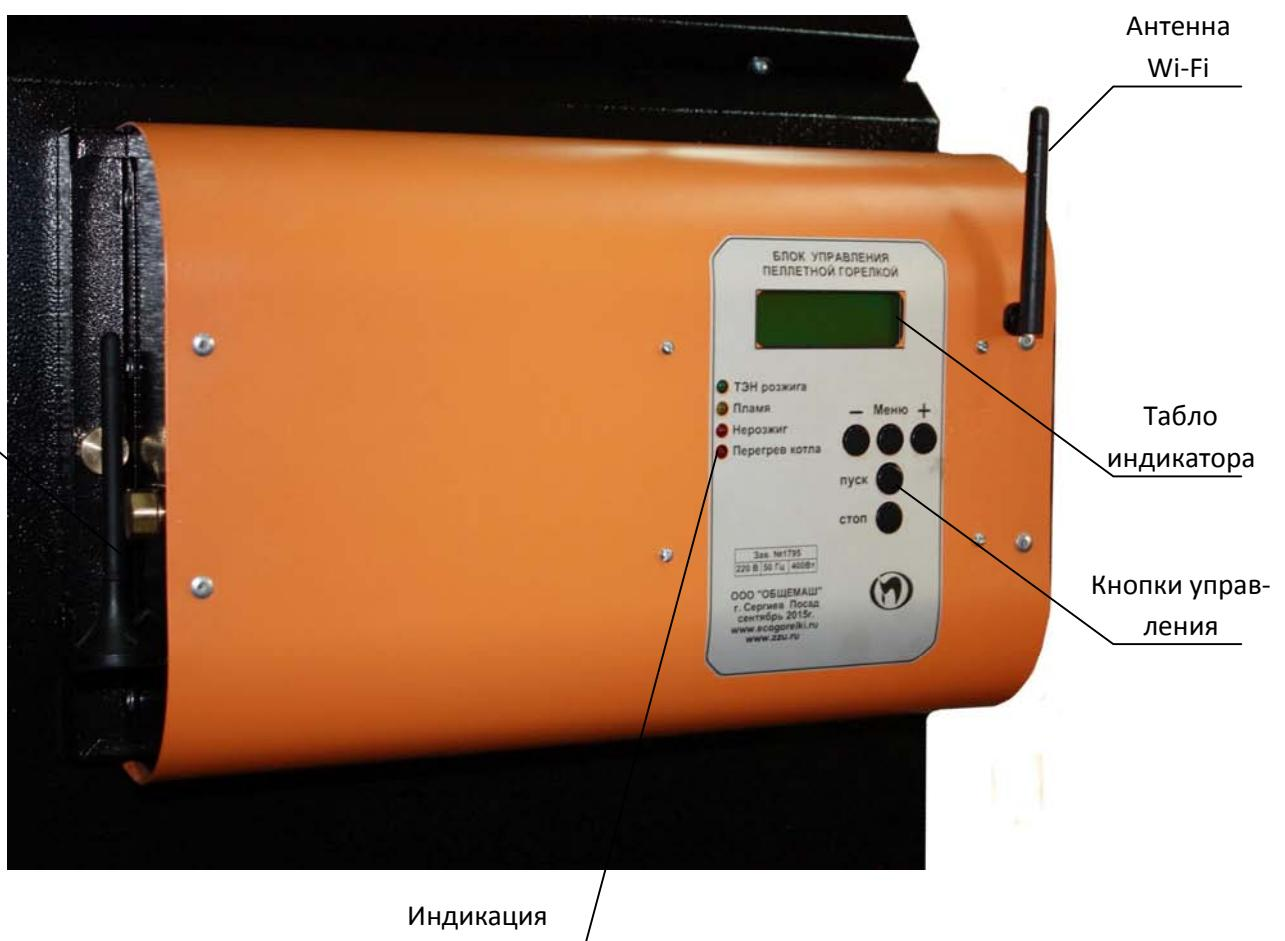

Рис.12. Внешний вид блока управления.
10.2. Элементы управления и индикации представлены на Рис.12.